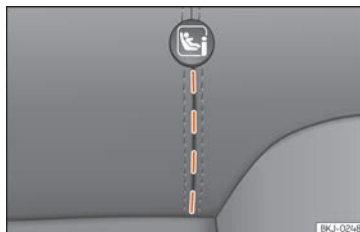

Abb. 36 Rücksitz: eingepprägte Schlitten.
- Öffnen Sie vorab per Hand den eingepprägten Bereich hinter den markierten Schlitten, um an die Halteösen zu gelangen »» **Abb. 36**.